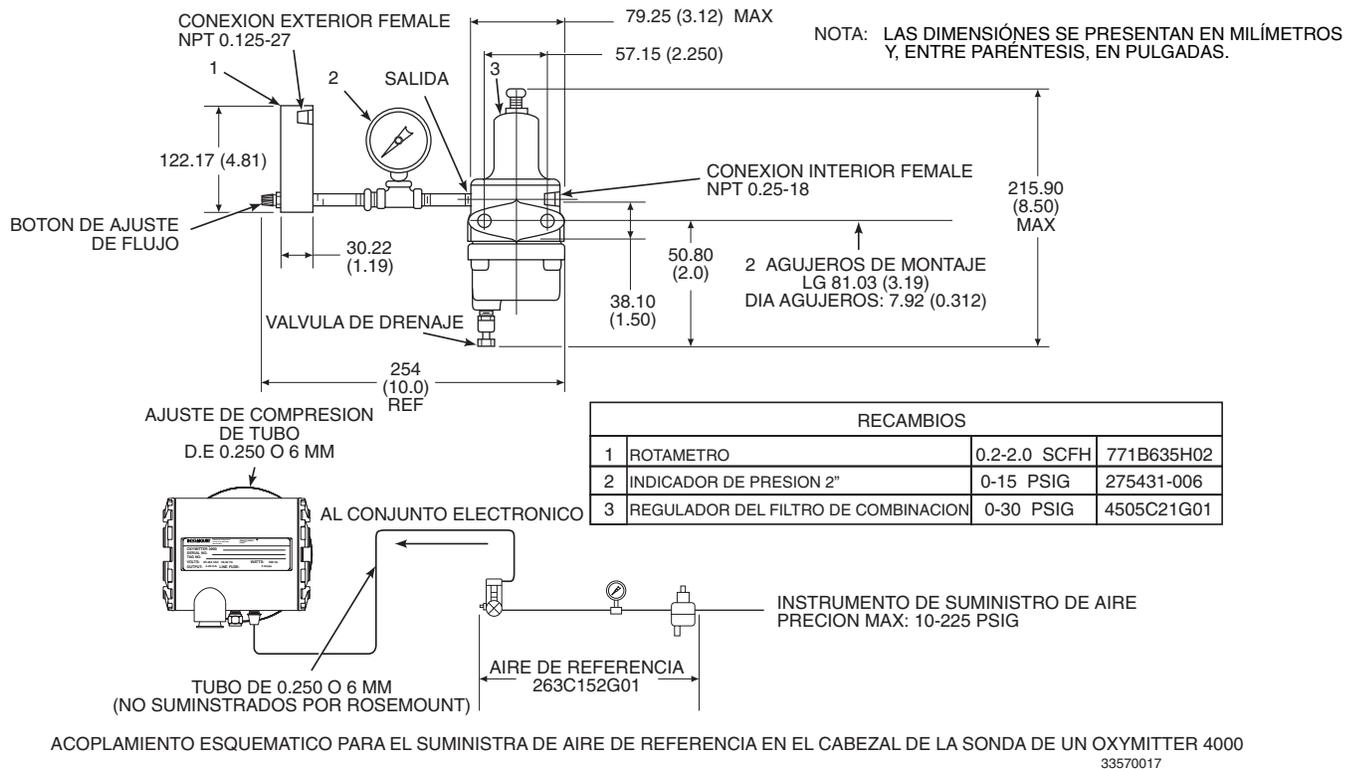

Figura 2-11. Juego de Aire, Conexión del Aire de Equipo
- a. **Paquete de Aire de Referencia.** Después de haber instalado el Oxymitter 4000, deberá conectar el aire de referencia tal y como se muestra en la Figura 2-11.